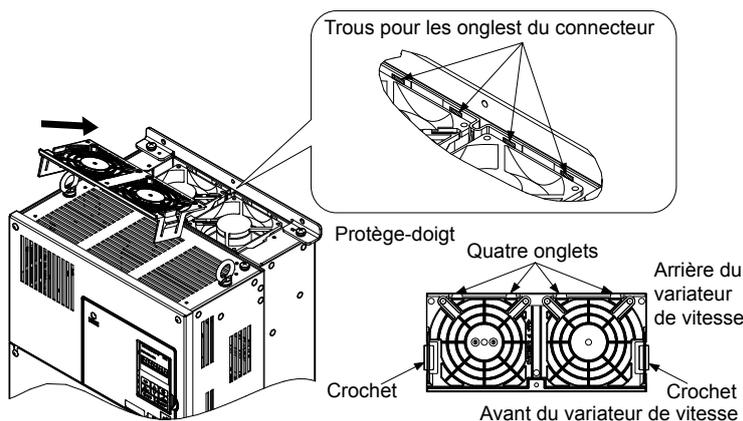

Figure 7.18 Réattacher le protège-doigt du ventilateur de refroidissement: 4A0088 et 4A0103
3. Orienter le protège-doigt tel qu'affiché dans la **Figure 7.18** et insérer les onglets du connecteur dans les trous correspondants du variateur.